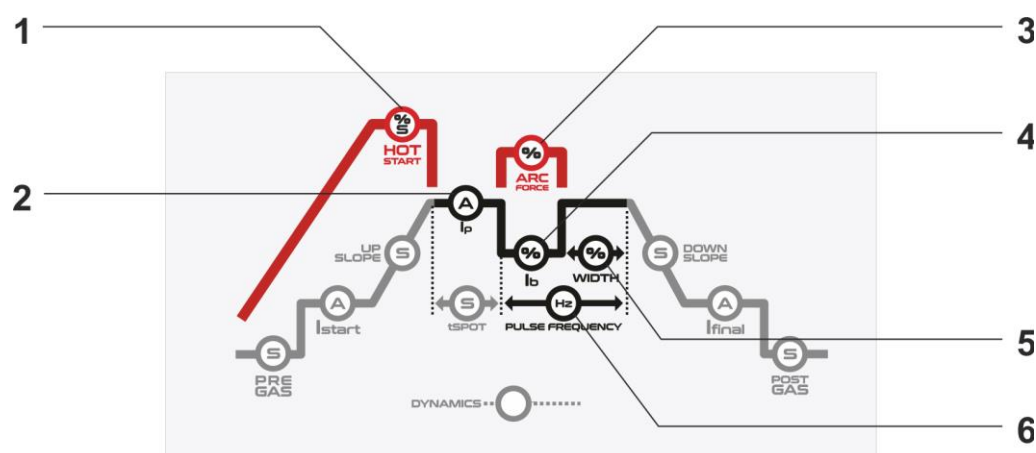

Fig. 2- Parâmetros MMA
Ajustar o valor de corrente (Fig.2 - 2), de acordo com a seguinte tabela:
- Ib (Fig.2 - 4) - ajustar a corrente de base em percentagem da corrente principal.
- WIDTH (Fig.2 - 5) - ajustar a largura da corrente de pico (principal) 10% a 90%.
- PULSE FREQUENCY (Fig. 2 - 6) - ajustar a frequência de pulsado em Hertz.